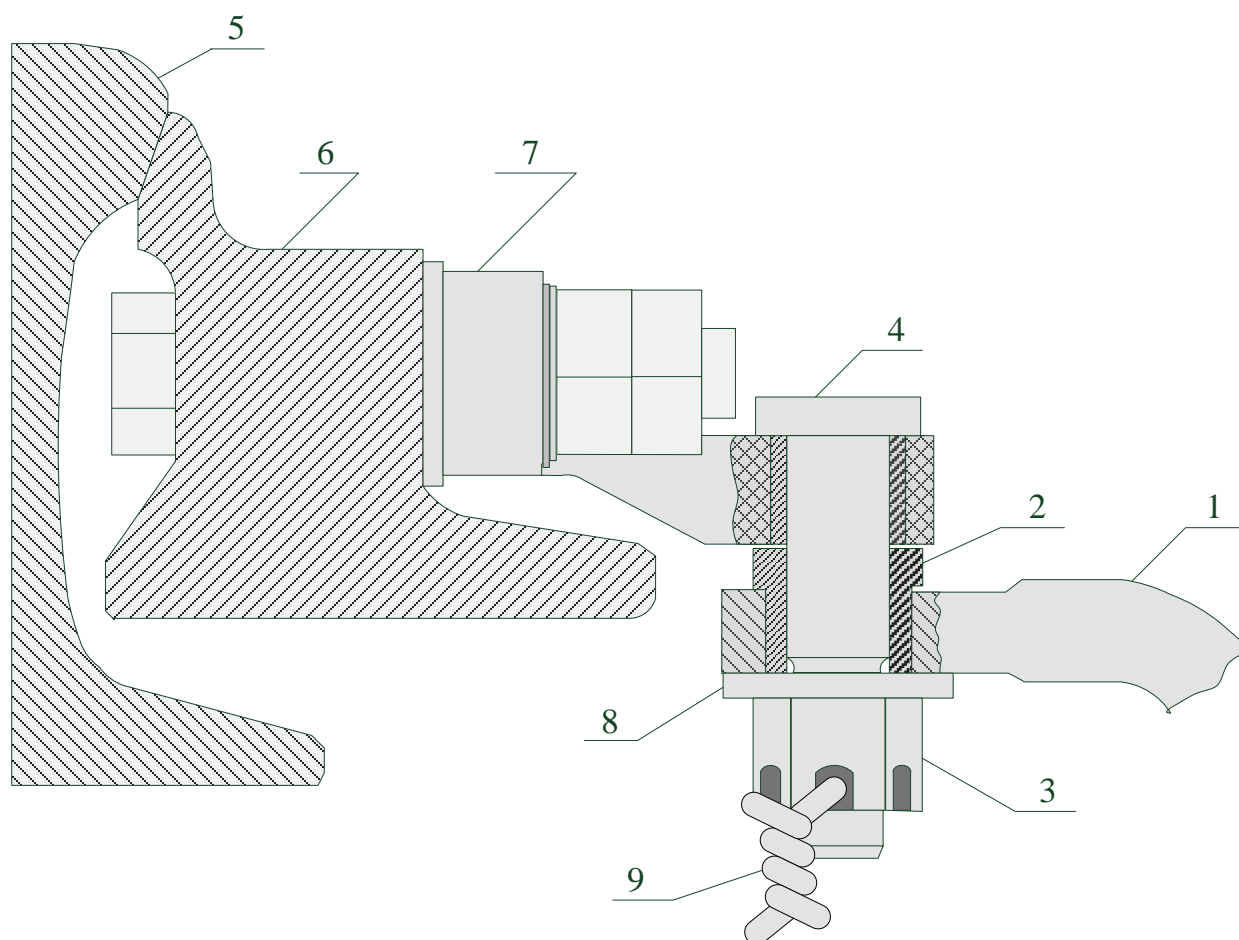

Рис.1. Узел крепления контрольной тяги с контрольной серьгой.
- в узле (см. рис. 1) крепления контрольной тяги (поз. 1) с серьгой (поз. 7), кусачками перекусить проволоку закрутки (поз. 9), выправить и вытянуть ее из отверстия в оси (поз. 4);